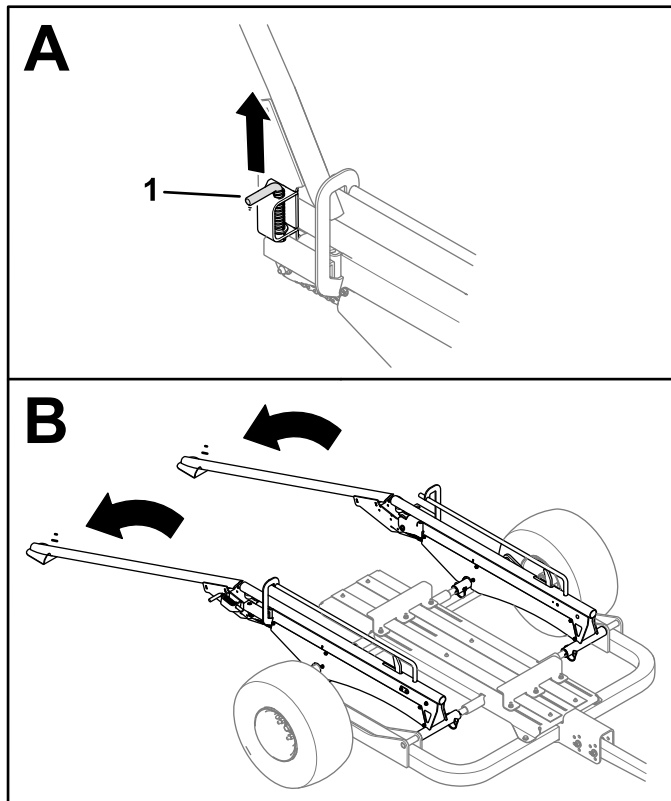

Рисунок 28
2. Потяните штифты защелок с обеих сторон прицепа, чтобы освободить рейлинги или рампы и опустить их на землю (Рисунок 28).